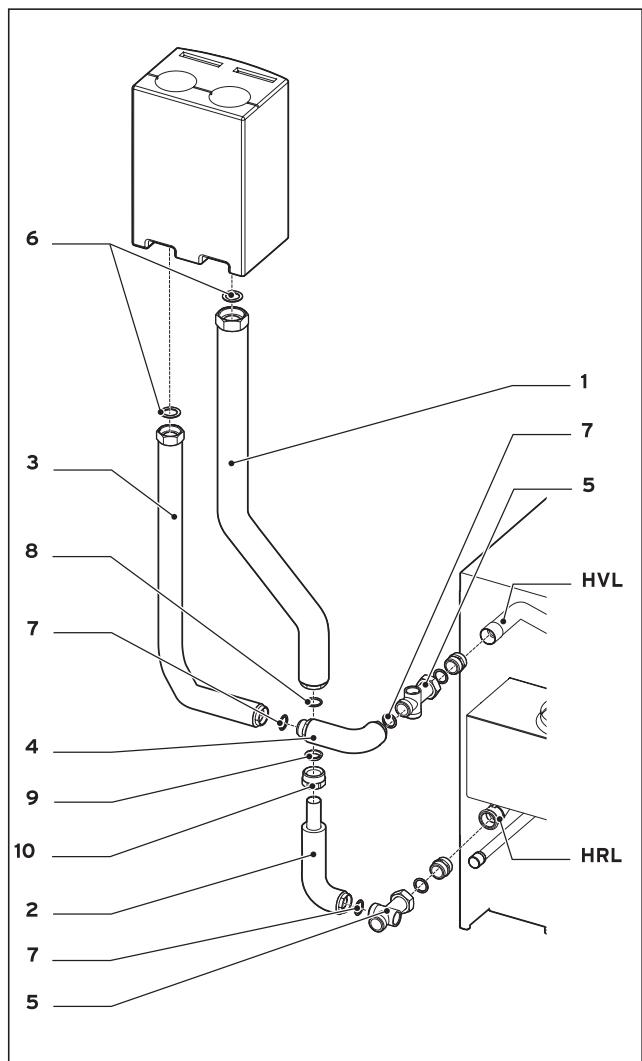

Рис. 2: Монтаж комплекта присоединительных труб на atmoVIT exclusiv, поперек к котлу
- Подавающую трубу свинтить из обоих трубных элементов (3) и (4).
- Зажимной ниппель (10), зажимное кольцо (9) и кольцо круглого сечения (8) надеть на свободный конец трубы обратной линии 2 (2) (рис. 2).
- Трубу обратной линии собрать из обоих трубных элементов (1) и (2). В atmoVIT предварительно укоротить изоляцию сливной трубы 2 (2) приблизительно на 70 мм, т. к. глубина захвата трубы в этом случае больше, чем в atmoVIT exclusiv.